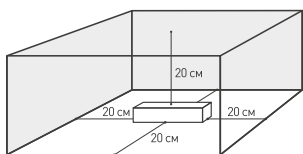
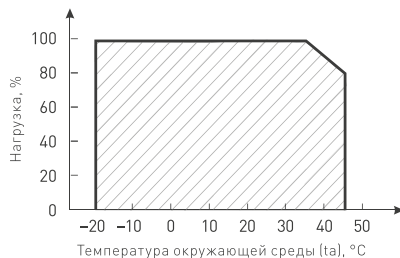

Рис. 1. Свободное пространство вокруг источника
Рис. 2. Максимальная допустимая нагрузка, % от мощности источника
- 4.3. Для естественной вентиляции обеспечьте не менее 20 см свободного пространства вокруг источника питания, как изображено на рис. 1. При невозможности обеспечить свободное пространство используйте принудительную вентиляцию. В случае установки в ограниченном пространстве (например, лайтбокс или профиль) предусмотрите обеспечение требуемого температурного режима источника питания согласно рис. 2.
- 4.4. Не нагружайте источник питания более чем на 80% от его максимальной мощности. Учитывайте, что с повышением температуры окружающей среды максимальная мощность источника питания снижается, см. график зависимости на рис. 2.